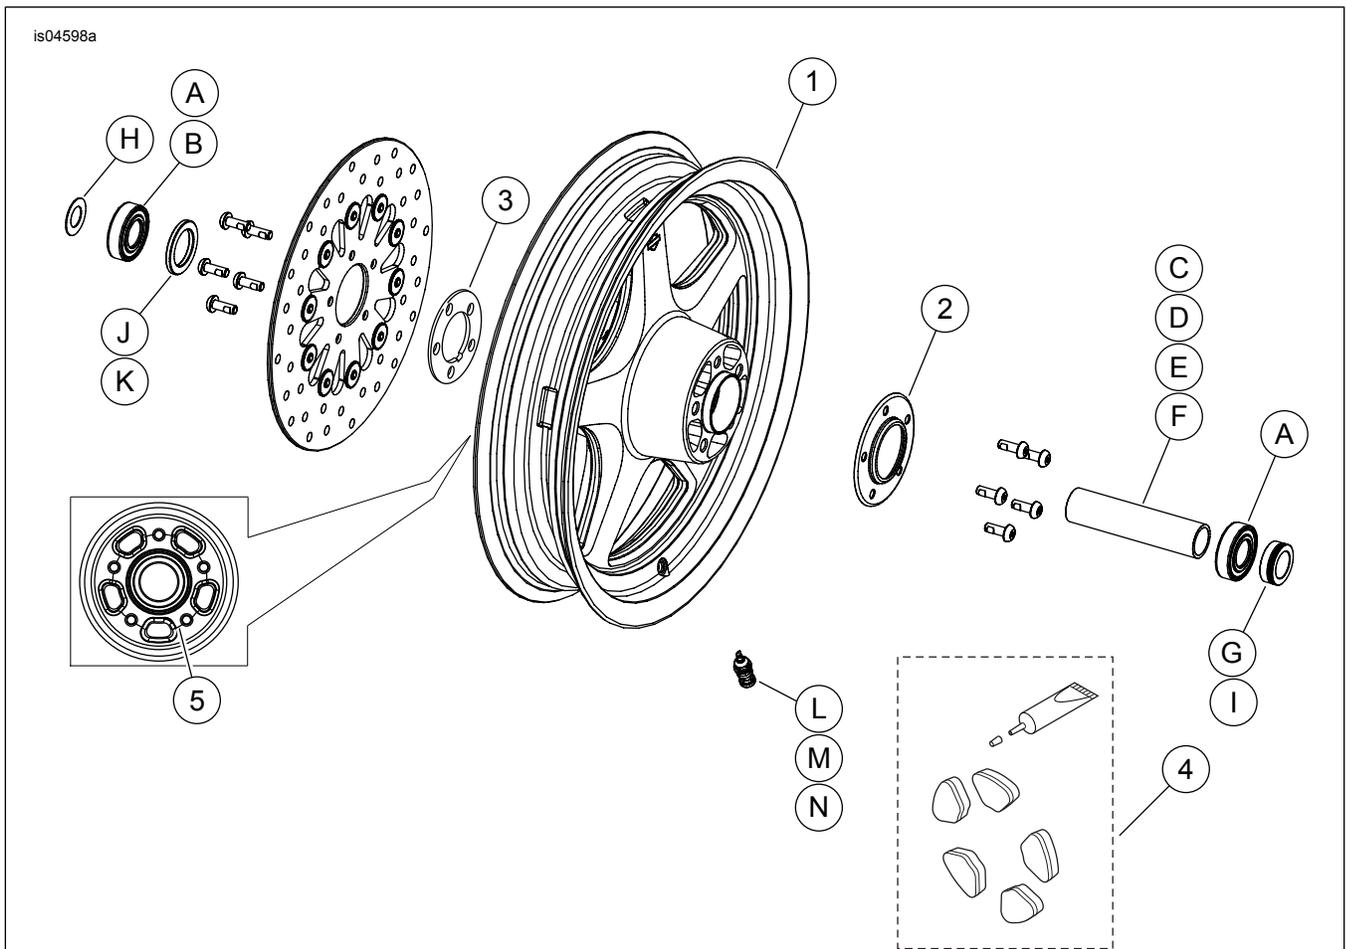

Abbildung 2. Ersatzteile: „THUNDERSTAR“-VORDERRADSÄTZE (16-Zoll-Rad abgebildet)
Diese Sätze enthalten das Spezial-Rad und je nach Satz u. U. auch eine Radkappe und Nabenplatte. Siehe Abbildung 2. und Tabelle 3 für Inhalt des Satzes.
2. Siehe Abbildung 2. Die Ventilschaft-Baugruppe (L, M oder N) am Rad anbringen. Siehe REIFEN im Werkstatthandbuch.
- Die linke Seite des Rads verfügt über eine maschinell in die Nabe eingearbeitete Rille (Teil 5, Siehe Abbildung 2. ) und/oder DOT-Markierungen, die diese Seite als Bremsscheiben- und Primärlagerseite kennzeichnen.
- Das Rad so einbauen, dass die Nabenmarkierungen auf der linken Seite des Motorrads liegen. Die linke Seite des Rads verfügt über eine maschinell in die Nabe eingearbeitete Rille (Teil 5, Siehe Abbildung 2. ) und Nabenmarkierungen, die diese Seite als Primärlagerseite kennzeichnen.
- Diese Sätze umfassen eine oder zwei Nabenplatte(n) (43985-00), die zwischen Bremsscheibe und Rad eingebaut wird, sowie eine verchromte Radkappe (43986-00), die am Rad gegenüber der Seite mit der Bremsscheibe eingebaut wird. Nabenabdeckungen müssen eingebaut werden, damit kein Wasser in das Rad eindringen und zu einer Unwucht führen kann. **Modelle mit zwei Bremsscheiben:** Zwischen jeder Bremsscheibe und Radnabe eine Nabenplatte aus rostfreiem Edelstahl (3) einbauen. Die verchromte Radkappe (2) entsorgen. Bremsscheiben gemäß den Verfahren im Werkstatthandbuch einbauen. **Modelle mit einer Bremsscheibe:** Zwischen jeder Bremsscheibe und Radnabe eine Nabenplatte aus rostfreiem Edelstahl (3) einbauen. Bremsscheibe gemäß den Verfahren im Werkstatthandbuch einbauen. Die verchromte Radkappe (2) auf der der Bremsscheibe gegenüberliegenden Seite einbauen. Die zusätzliche Nabenplatte aus rostfreiem Edelstahl (3) entsorgen.
- Das Rad verfügt über eine maschinell in die Nabe eingearbeitete Rille (Teil 5, Siehe Abbildung 2. ), die diese Seite als rechte Seite kennzeichnet.
- Diese Sätze umfassen ein oder zwei Nabenplatte(n) (43985-00), die zwischen Bremsscheibe und Rad eingebaut wird, sowie eine verchromte Radkappe (43986-00), die am Rad gegenüber der Seite mit der Bremsscheibe eingebaut wird. Nabenabdeckungen müssen eingebaut werden, damit kein Wasser in das Rad eindringen und zu einer Unwucht führen kann. **Modelle mit zwei Bremsscheiben:** Zwischen jeder Bremsscheibe und Radnabe eine Nabenplatte aus rostfreiem Edelstahl (3) einbauen. Die verchromte Radkappe (2) entsorgen. Bremsscheiben gemäß den Verfahren im Werkstatthandbuch einbauen. **Modelle mit einer Bremsscheibe:** Zwischen jeder Bremsscheibe und Radnabe eine Nabenplatte aus rostfreiem Edelstahl (3) einbauen. Bremsscheibe gemäß den Verfahren im Werkstatthandbuch einbauen. Die verchromte Radkappe (2) auf der der Bremsscheibe gegenüberliegenden Seite einbauen. Die zusätzliche Nabenplatte aus rostfreiem Edelstahl (3) entsorgen.
6. Vorderrad (1), Originalachse und Originalachsmutter einbauen. Siehe VORDERRAD im Werkstatthandbuch.